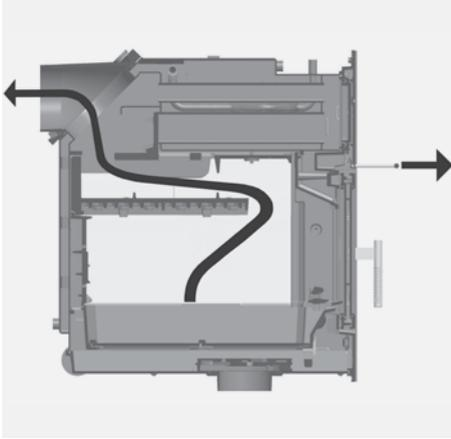

Abb. 3.4 Umlenkschieber herausgezogen, Heizgase strömen nicht durch den oberen Tauscherbereich, sondern auf direktem Wege zum Heizgasstutzen
- Heizen Sie den DIAMANT W an, wie unter „Anheizen“ auf Seite 23 beschrieben, dabei den Bügelgriff herausgezogen lassen (siehe Abb. 3.4)